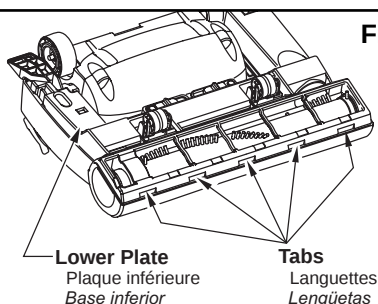

Fig. 2
- Reinstall lower plate by hooking front end of lower plate into slots on front of nozzle housing. (Fig. 2)
- Remettre la plaque inférieure en accrochant sa partie antérieure dans les fentes avant de la tête d'aspiration (Fig. 2).
- *Para reinstalar la base inferior, enganche el extremo delantero de la base inferior en las ranuras en el montaje delantero de la boquilla (Fig 2).*